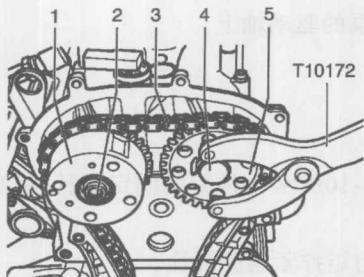

图1-2-3 固定凸轮轴正时齿轮
提示：凸轮轴调节器的紧固螺栓2为左旋螺纹，如图1-2-3。
⑯用固定支架固定凸轮轴正时齿轮5，松开螺栓2和4，如图1-2-3所示。